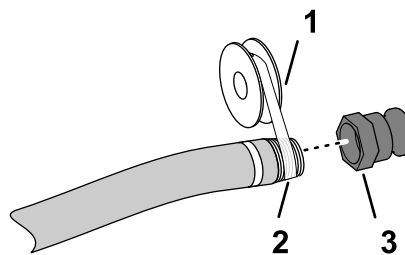

Figura 4
5. Aplique vedante de roscao PTFE (Figura 4) nos roscaos do encaixe do tubo de enchimento (NPT, 1 pol.).
6. Enrosque o acoplamento de desligamento rápido no tudo de enchimento e aperte-o bem à mão (Figura 4).